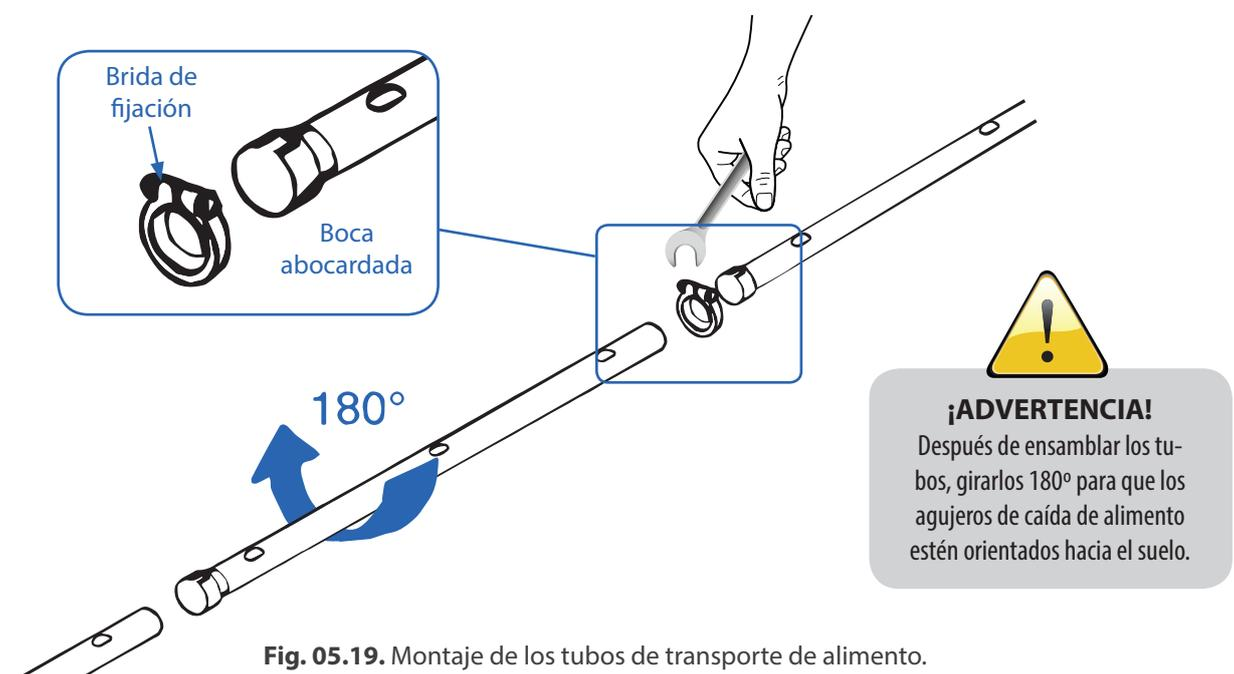

Fig. 05.19. Montaje de los tubos de transporte de alimento.
- Debemos asegurarnos que todas las ranuras estén en la misma posición, así sabremos que los agujeros de caída de alimento estarán alineados (Fig. 05.19.).